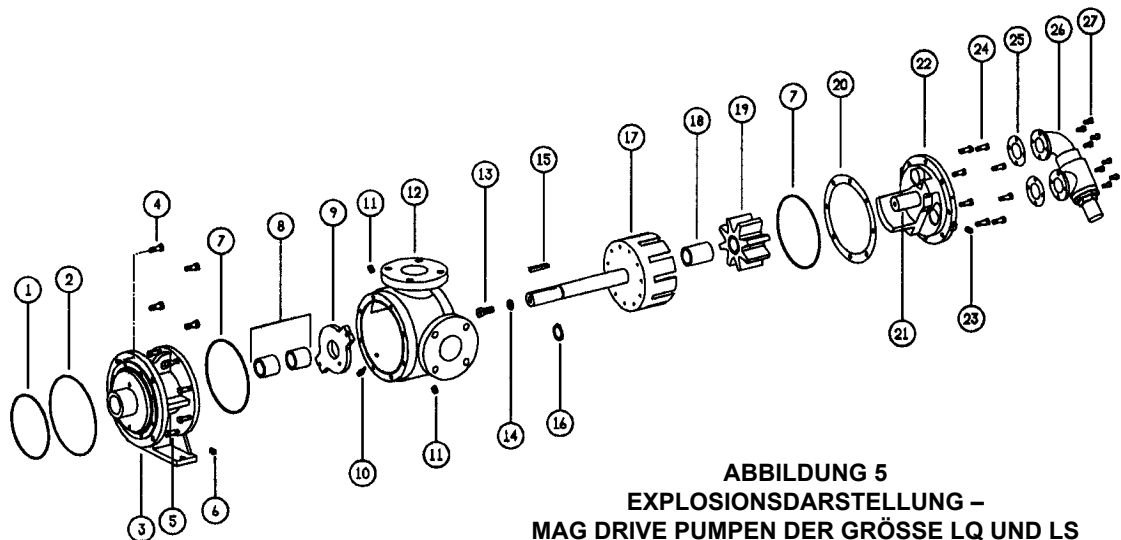

ABBILDUNG 5
1. Siehe **Abbildung 5 oder 6 auf Seite 5** bzgl. der Bezeichnung von Teilen.